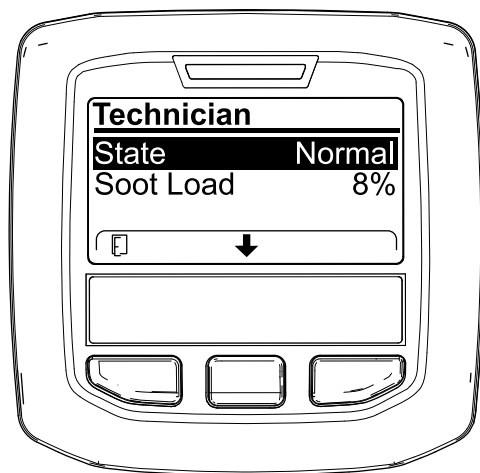

Figura 34
- Utilice la tabla de funcionamiento de DPF para comprender el estado actual del funcionamiento del DPF (Figura 34).